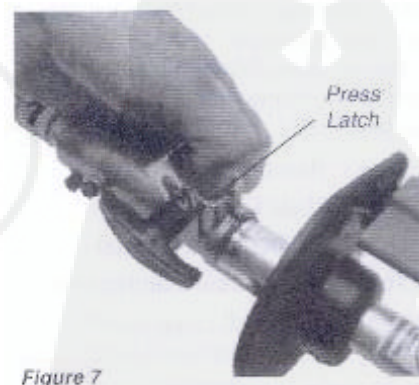

Figure 7
2. Duw het plaatsje naar beneden. Hierdoor zal het blokkeringslot loskomen. Zie fig. 7.